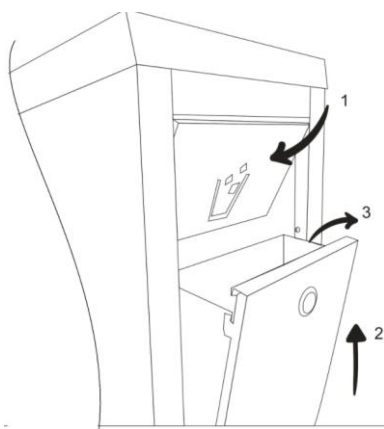

Fig.16
- Rimuovere il pannello posteriore superiore (Nº.10) allentando le viti e anche il pannello anteriore (Nº.7) come mostrato nella Fig.16. In questo modo sarà possibile accedere a tutti gli accessori inviati all'interno del prodotto e al loro montaggio.
Rimuovere il pannello frontale seguendo i passaggi illustrati nella Fig. 16.